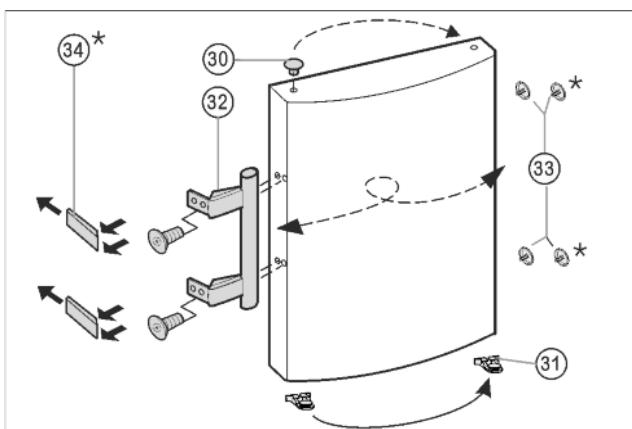

Fig. 8
- Извлеките пробку Fig. 8 (30) из опорной втулки дверцы и переставьте.
- Снимите и переставьте на противоположную сторону дверную ручку Fig. 8 (32), пробку Fig. 8 (33) и прижимные пластины* Fig. 8 (34).